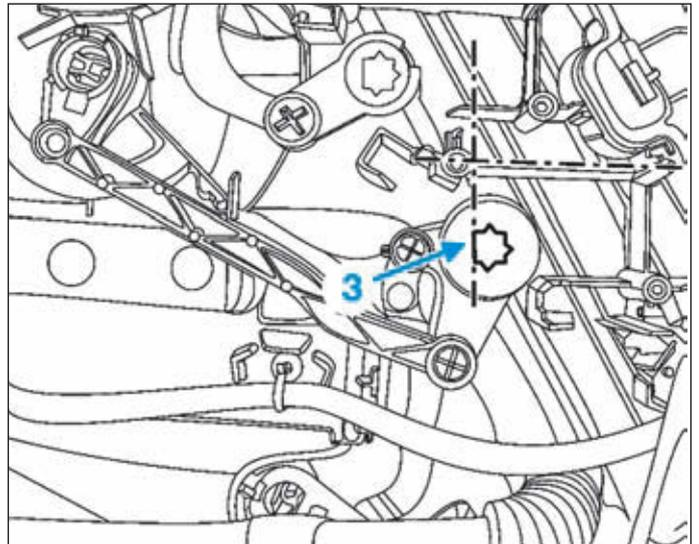

FIG.57
- Agir sur la biellette de renvoi de façon à positionner le méplat (3) de l'empreinte du moteur de distribution à 90° par rapport à l'axe de référence du bloc de chauffage-climatisation (Fig.57).